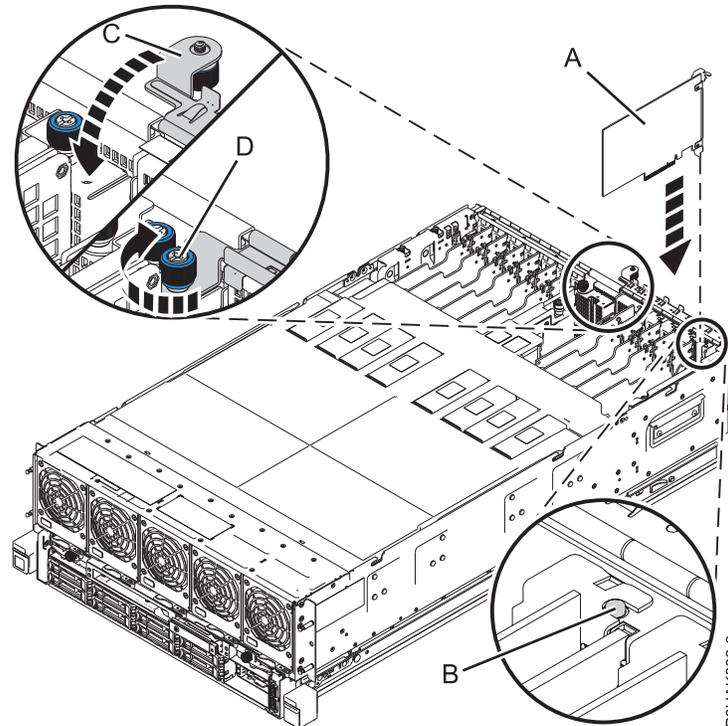

Abbildung 8. PCIe-Adapter im System vom Typ 8408-44E oder 8408-E8E installieren oder austauschen
6. Fassen Sie den Adapter vorsichtig an der Oberkante oder am Haltesteg an und richten Sie den Adapter an dem Steckplatz und dem zugehörigen Anschluss an der Systemrückwandplatine (A) aus, siehe Darstellung in Abb. 8 auf Seite 13.
7. Fassen Sie den Adapter vorsichtig an der Oberkante oder am Haltesteg an und richten Sie den Adapter an dem Steckplatz und dem zugehörigen Anschluss an der Systemrückwandplatine (A) aus, siehe Darstellung in Abb. 8 auf Seite 13.
9. Stellen Sie sicher, dass die Aussparung für die Adapterkassettenhalterung am Stift des Systemchassis einrastet. Siehe (B) in Abb. 8.
10. Schließen Sie die E/A-Halterung (C), indem Sie sie nach unten drehen, und drehen Sie anschließend die Rändelschraube (D) fest, bis sie sicher im Systemchassis sitzt. Siehe Abb. 8.